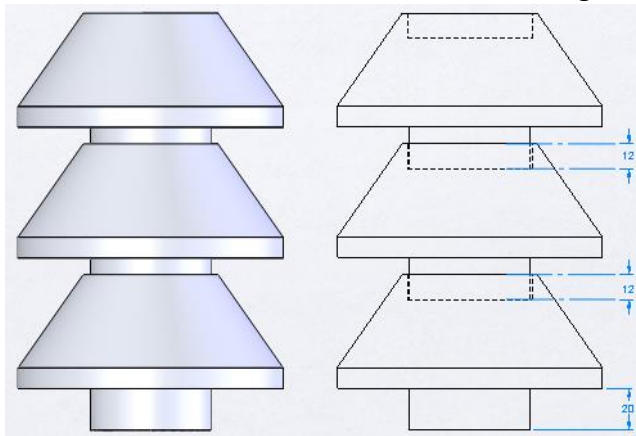
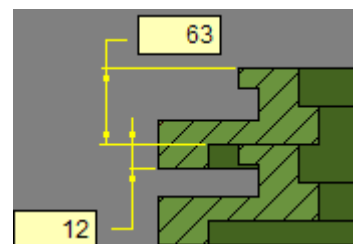

Abb. 16.15: Beispiel 3: Verarbeitete Werkstücke gestapelt
Abb. 16.16: Eingabe Stapellänge
- Für die verarbeiteten Werkstücke müssen wir bei diesem Beispiel eingeben, auf welche Weise die Werkstücke gestapelt werden sollen. Wie in Abb. 16.15 gezeigt, passen die verarbeiteten Werkstücke mit einer Länge von 12 mm ineinander. Diese Stapellänge können wir in die TURN ASSIST Software eingeben (siehe Abb. 16.16).
- Die Anschlaglänge gegen die Leisten (Pfähle) spielt bei den Rohteilen keine Rolle. Wir wählen hier 8 mm. Bei den verarbeiteten Werkstücken müssen wir einen Wert von mehr als 20 mm wählen (siehe Abb. 16.15). Bei diesem Beispiel nehmen wir 25 mm.